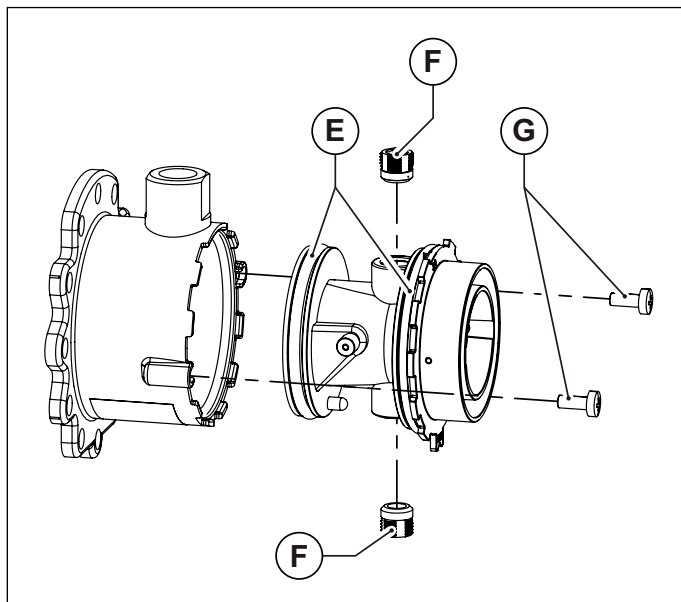
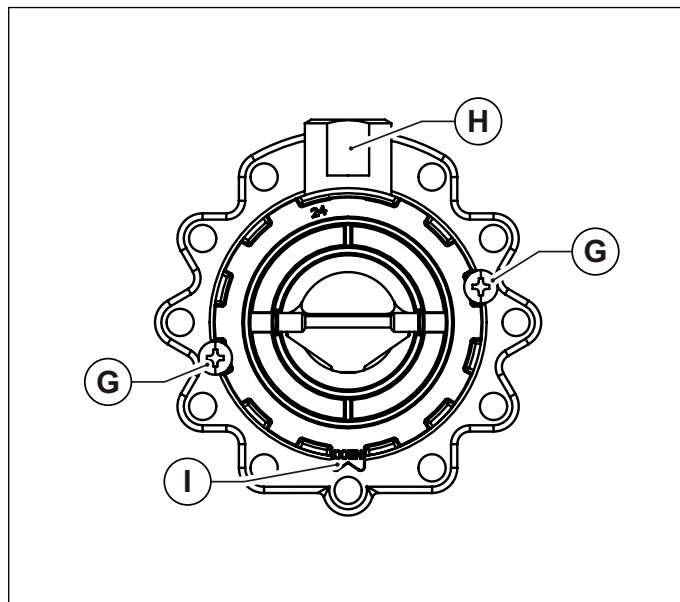

Рис. 38 Пластмасовий корпус змішувача
Рис. 39 Розташування для монтажу
- Відкрутіть два гвинта та вийміть пластиковий корпус змішувального вузла (дивись Рис. 38 Пластмасовий корпус змішувача).
- Використовуючи шостигранний ключ, викрутіть дві форсунки діаметром 6 мм (дивись Рис. 38 Пластмасовий корпус змішувача).
- Вставити пластмасовий корпус (трубку Вентурі) в вузол підмісу та зафіксувати його гвинтами, слідкуючи за тим щоб не пошкодити ущільнення які розташовані по краях пластмасового корпусу (див. Рис. 38 Пластмасовий корпус змішувача) правильно обрати монтажне положення (див. Рис. 39 Розташування для монтажу).
- Закріпіть вузол підмісу на вентиляторі за допомогою болтів з циліндричною головкою під шостикутник, не забуваючи встановити між ними кілцеве ущільнення (див. Рис. 38 Пластмасовий корпус змішувача).
- Вставити пласмасовий корпус (трубку Вентурі) в узел підмісу та зафіксувати його гвинтами, слідкуючи за тим щоб не пошкодити ущільнення які розташовані по краям пласмасового корпусу (див. Рис. 38 Пластмасовий корпус змішувача) правильно обрати монтажне положення (див. Рис. 39 Розташування для мотажу).